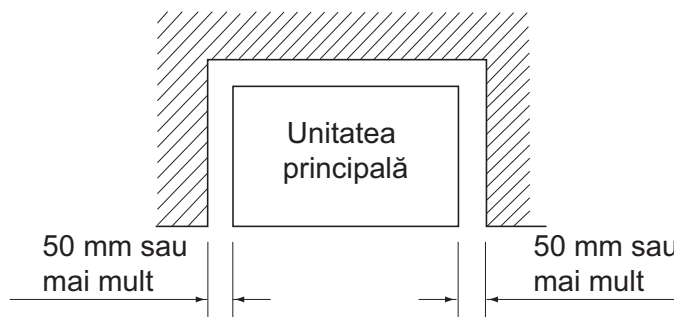

Fig. 2
(1) Alegeți un loc de instalare aprobat de clientul dvs. și în care sunt îndeplinite următoarele condiții.
- Că nu există nimic care să blocheze admisia și evacuarea aerului și că există o distanță suficientă pentru întreținere și deservire. **(Consultați Fig.2)** (Dacă nu se asigură aceste condiții, capacitatea poate să scadă din cauza circuitului scurt.)
(2) Instalați unitățile interioară și exterioară, cablul de alimentare și cablurile de legătură la cel puțin 1 metru distanță de televizoare sau aparate radio, pentru a evita interferența cu imaginea sau zgomotele. (În funcție de intensitatea semnalului de intrare, o distanță de 1 metru se poate dovedi insuficientă pentru eliminarea zgomotelor).
(3) Cercetați dacă locul de instalare (cum ar fi podeaua și peretele) pot susține greutatea unității și, dacă este necesar, consolidați locul cu grinzi înainte de instalare. Pentru a evita vibrațiile și zgomotul anormal, consolidați locul înainte de instalare.
(4) Conducele trebuie protejate împotriva deteriorării fizice.